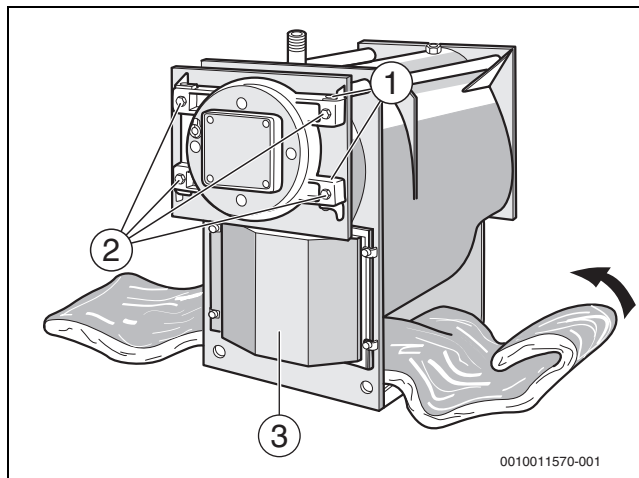

Bild 9 Wärmeschutzmatte unter dem Kessel durchschieben
- ▶ Darauf achten, dass beide Scharnierbolzen (→ Bild 9, [1], Seite 18) eingesteckt sind.
- ▶ Türschrauben [2] lösen und Feuerraumtür aufschwenken (→ Bild 9, Seite 18).
- ▶ Feuerraumtür schließen und mit Türschrauben [2] sichern (→ Bild 9, Seite 18).